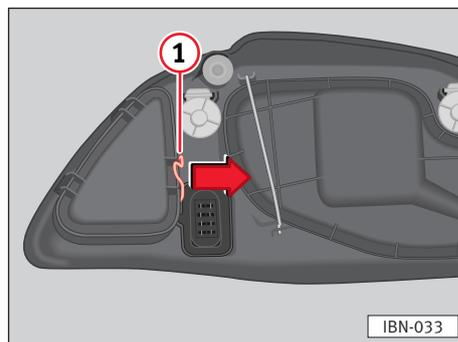

Fig. 153
- Desplazar el tirante ⇒ fig. 153 ① en el sentido de la flecha y retirar la tapa.